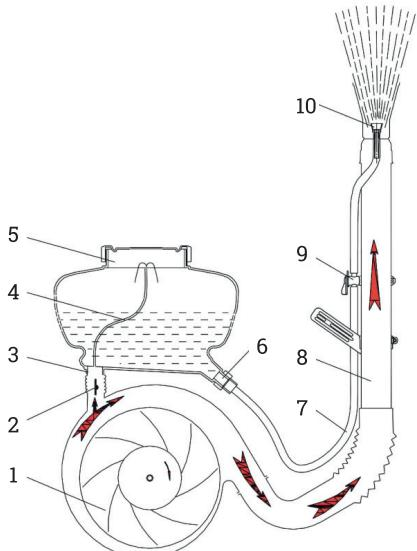

Рис. 5
Как показано на рис. 5, рабочее колесо вентилятора (1) приводится в движение вращающимся валом бензинового двигателя. Так создается высокоскоростной воздушный поток, большая часть которого поступает в напорную трубу (8), а остальная часть поступает в бак для химикатов, пройдя через воздушную заслонку (2), пробку воздухозаборника (3), впускной шланг (4) и впускной отвод с сетчатым фильтром (5). В баке для химикатов создается давление, под действием которого жидкость поступает в сопло через соединительную трубу (6), трубу подачи жидкости (7), дозатор (9). Жидкость, вытекающая из сопла (10), разбивается на мельчайшие частицы высокоскоростным потоком воздуха, идущим от напорной трубы, и вылетает на большое расстояние.